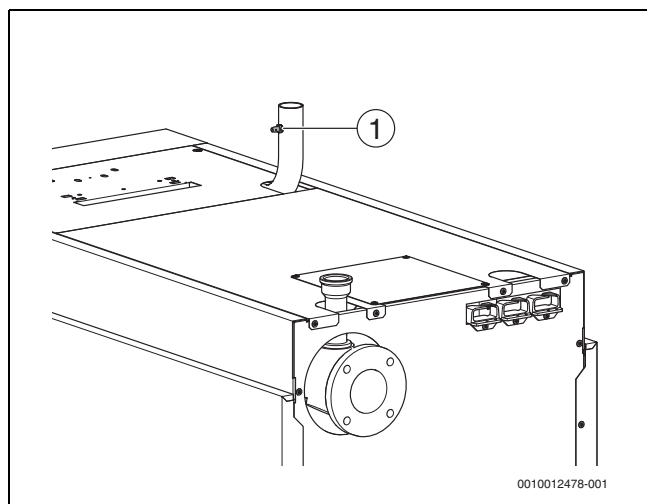

Fig. 31 Purgar a tubagem do gás
- ▶ Soltar o parafuso de fecho do bocal roscado de verificação (→ fig. 31, [1], página 30) para a pressão da ligação de gás e para a purga, com 2 rotações.